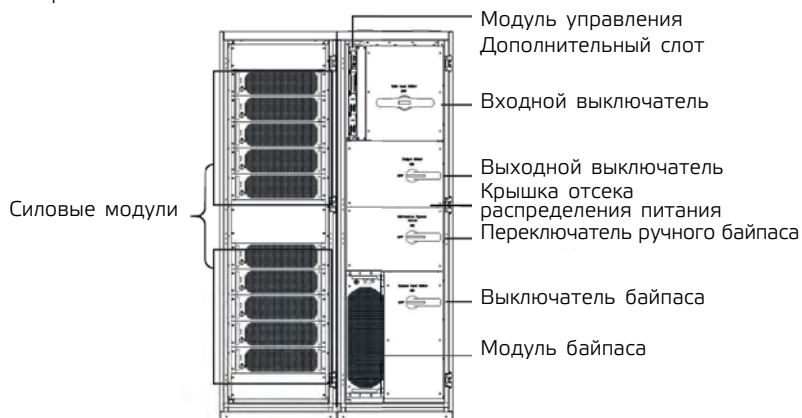

Рис. 1-10 Структура ИБП 500 кВА (полная конфигурация)
7. На Рис. 1-10 показана конструкция ИБП мощностью 500 кВА при полной нагрузке. Передняя дверца ИБП открыта.